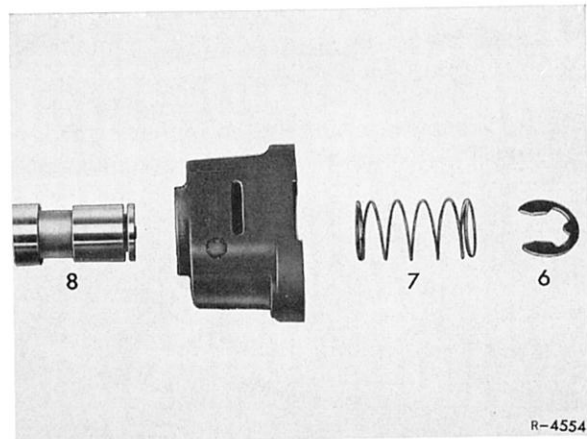

Bild 27-6/7
10 Schaltschieber (8) mit Druckfeder (7) einsetzen und Sicherungsscheibe (6) aufdrücken (Bild 27-6/7).